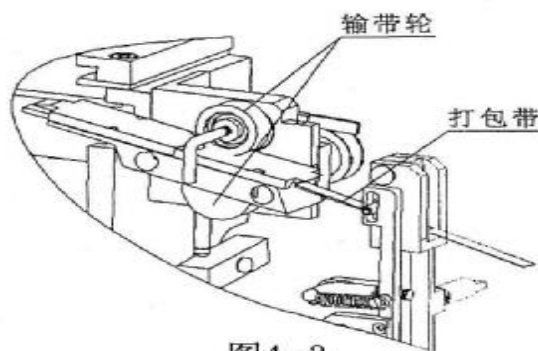

图4-3
2.2. 带头从储带仓上部开口拉出之后，插入如图 4-3 所示的张力臂上的张力爪下，并穿过两个输带轮，此时旋转控制面板中 3 旋转倒“SEND”位置，打包带会自动充满带道，此时送带完成，打包准备工作就绪。